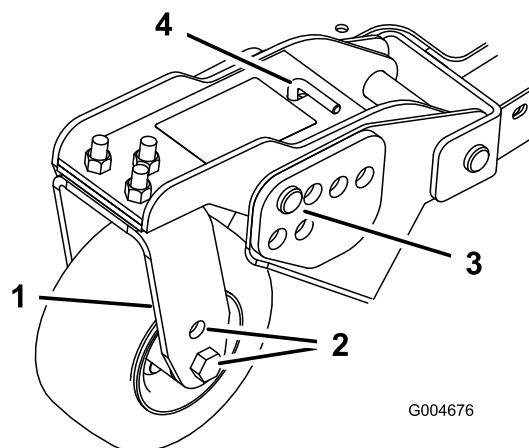
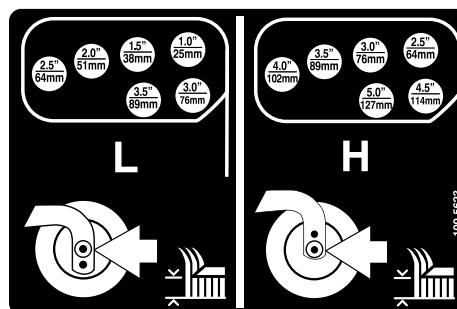

Bild 23
Bild 24
1. Stecken Sie die Laufradachsen in allen Laufradgabeln in die gleichen Löcher (Bild 21 und Bild 23).
- Entfernen Sie den Splint und die Lastösenbolzen von den Laufradgelenkarmen (Bild 23).
- Drehen Sie die Spannstange, um den Gelenkarm anzuheben oder abzusenken, bis die Löcher mit den ausgewählten Löchern in der Schnitthöhenhalterung im Mähwerkrahmen ausgerichtet sind (Bild 23 und Bild 24).